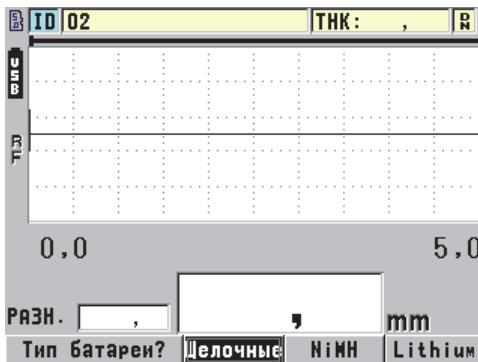

Рис. 2-4 Выбор типа батареи
12. Чтобы ответить на вопросы, отображаемые в нижней части экрана (см. Рис. 2-4 на стр. 41):